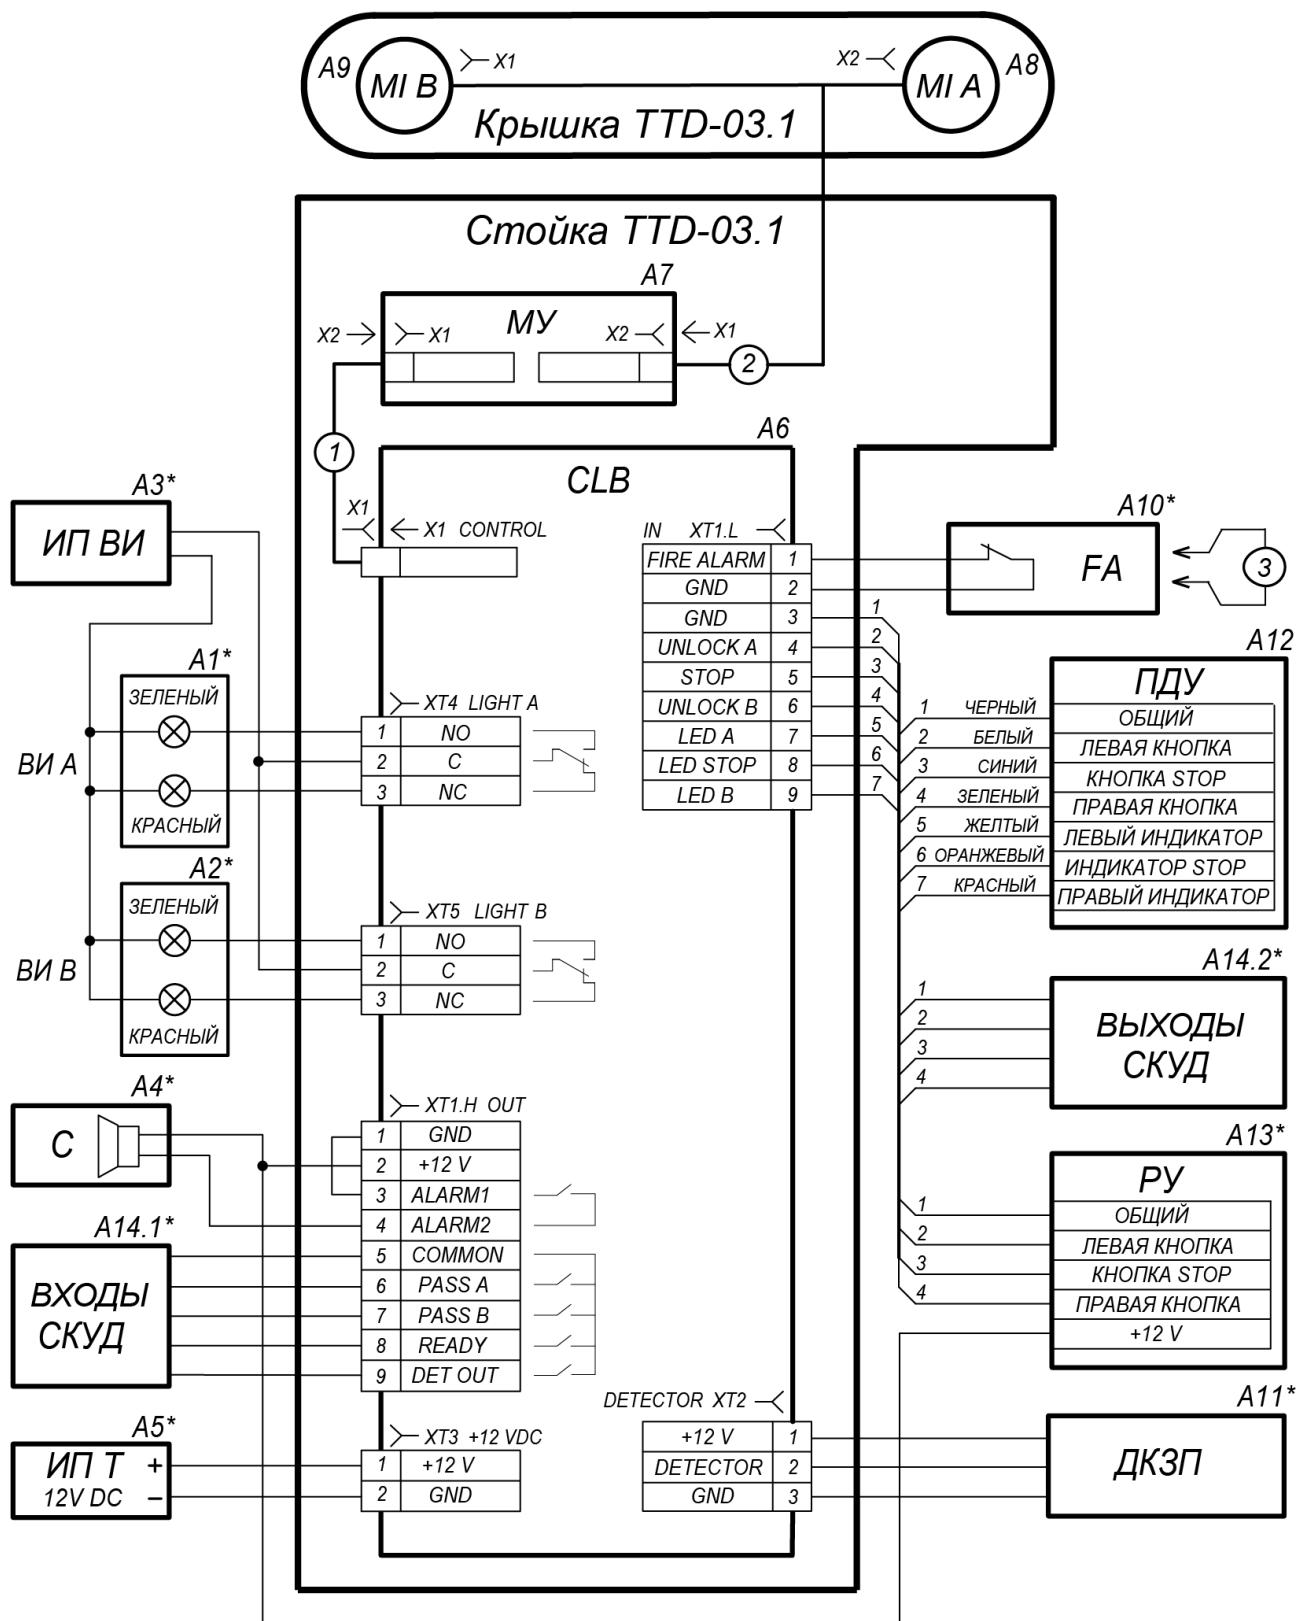

Рисунок 14. Схема электрическая соединений
Схема подключения турникета приведена на рис. 14. Расположение клеммных колодок на плате управления указано на рис. 4. Используемые при монтаже кабели указаны и их максимальная длина указаны в разд. 8.3. Рекомендации по подготовке установочной поверхности и организации зоны прохода приведены в разд. 8.1. При монтаже турникета придерживайтесь следующей последовательности действий:
- Все подключения к плате CLB выполняйте в соответствии со схемой электрических соединений (см. рис. 14). Прокладка кабелей внутри стойки турникета показана на рис. 12.
позиции A4, A6 – A9, A11 – см. рис. 14